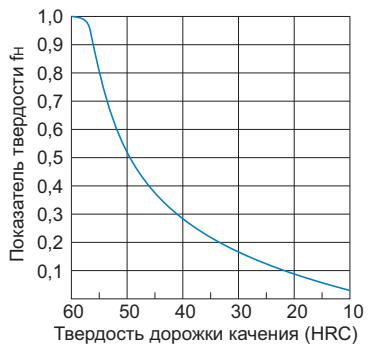

Рис.2 Показатель твердости (f_n)
- f_n** : коэффициент твердости (см Рис.2 на с. **A5-6**)